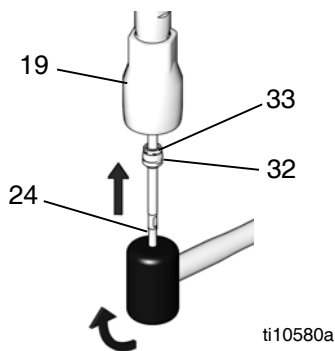

图 24
10. 给填料活塞柱 (24) 涂抹润滑脂, 然后, 将组装好的进料阀推到活塞柱上。确保填料螺母 (33) 先装上活塞柱。将阀组件向上推到活塞柱上, 在进料阀罩 (19) 前面停住。参见图 24。
11. 用一把扳手夹牢阀体 (32), 同时用一把活动扳手拧紧填料螺母 (33); 正确的扭力参见下表。在填料活塞柱 (24) 上, 用橡胶锤将阀组件向上敲到止挡。